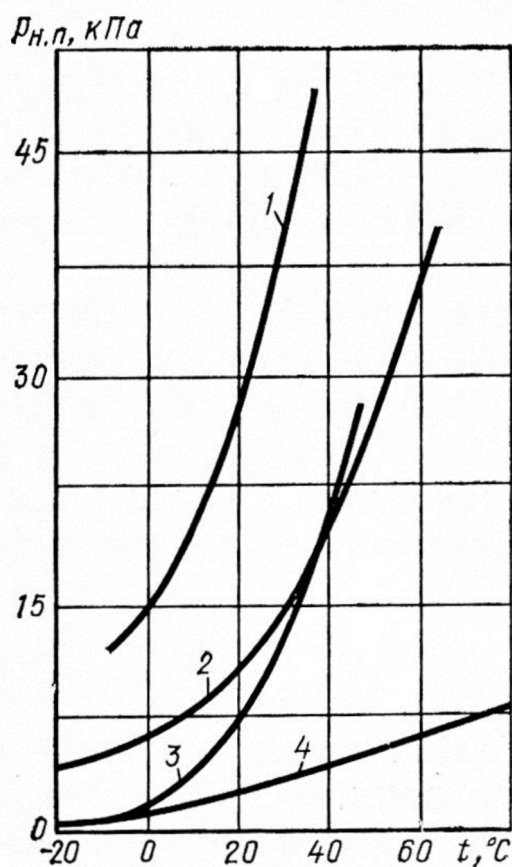

Рис. 7. Зависимость давления насыщенных паров топлива $p_{н.п.}$ от температуры:
1.2 Давление насыщенных паров ($P_{н.п.}$) — давление пара, находящегося в равновесии с жидкостью при данной температуре (рис. 7).